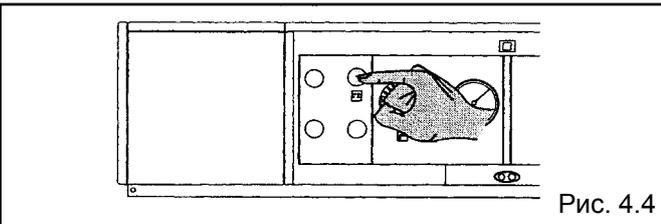

Рис. 4.4
- нажмите кнопку включения на панели управления бойлера и убедитесь, что произошел пуск (должен загореться зеленый светодиод, рис. 4.4).